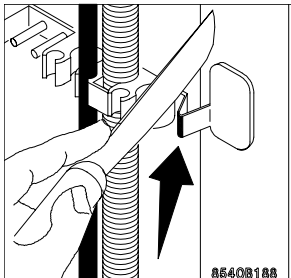

Fig 6
- Si vous voulez conserver l'alignement de votre lave-linge avec les meubles adjacents, vous avez la possibilité de couper la barrette de maintien des tuyaux située à l'arrière de votre lave-linge (fig. 6). Vous gagnerez 2 à 3 cm en profondeur.